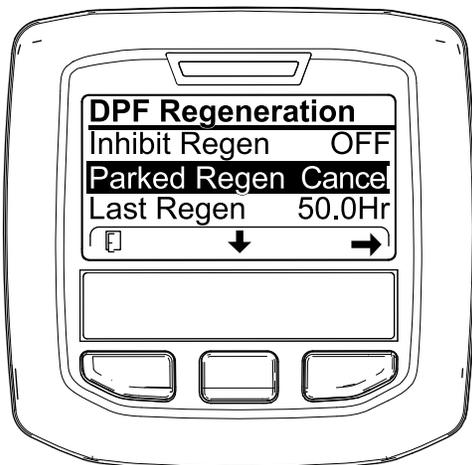

Figura 35
1. Accedete al menu DPF Regeneration (Figura 35).
2. Premete il pulsante centrale per scorrere il menu verso il basso fino all'opzione PARKED REGEN CANCEL (Figura 35) o all'opzione RECOVERY REGEN CANCEL (Figura 36).
3. Premete il pulsante destro per selezionare la voce Cancel relativa alla rigenerazione (Figura 35 o Figura 36).